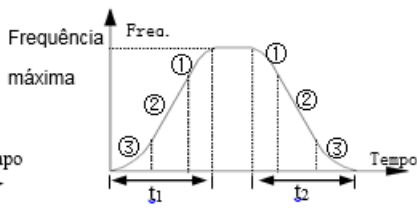

Fig.6-5 Acel./Desacel. em curva S
1: Modo Aceleração/Desaceleração em curva S: A frequência de saída aumenta ou diminui de acordo com uma curva S, conforme a Fig.6-5.
** O tempo de início da curva S é mostrado na Fig.6-5(3). Parte suave e aumenta a variação da frequência com o tempo.
*** O tempo de subida da curva S é mostrado na Fig.6-5(2). Mantém a variação da frequência constante.
O estágio final da curva S é mostrado na Fig.6-5(1). A variação da frequência tende a zero.